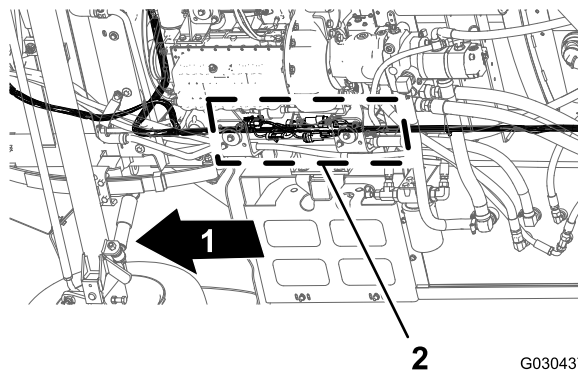

Figura 86
1. Desde debajo de la máquina, en el larguero derecho del bastidor, localice los conectores eléctricos de los arneses de cables delantero y trasero de la máquina (Figura 86).